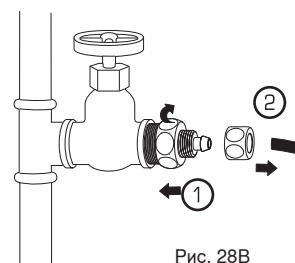

Рис. 28B
8. Снимите гайку со штуцера и наденьте её на красный шланг ② (рис. 28B).